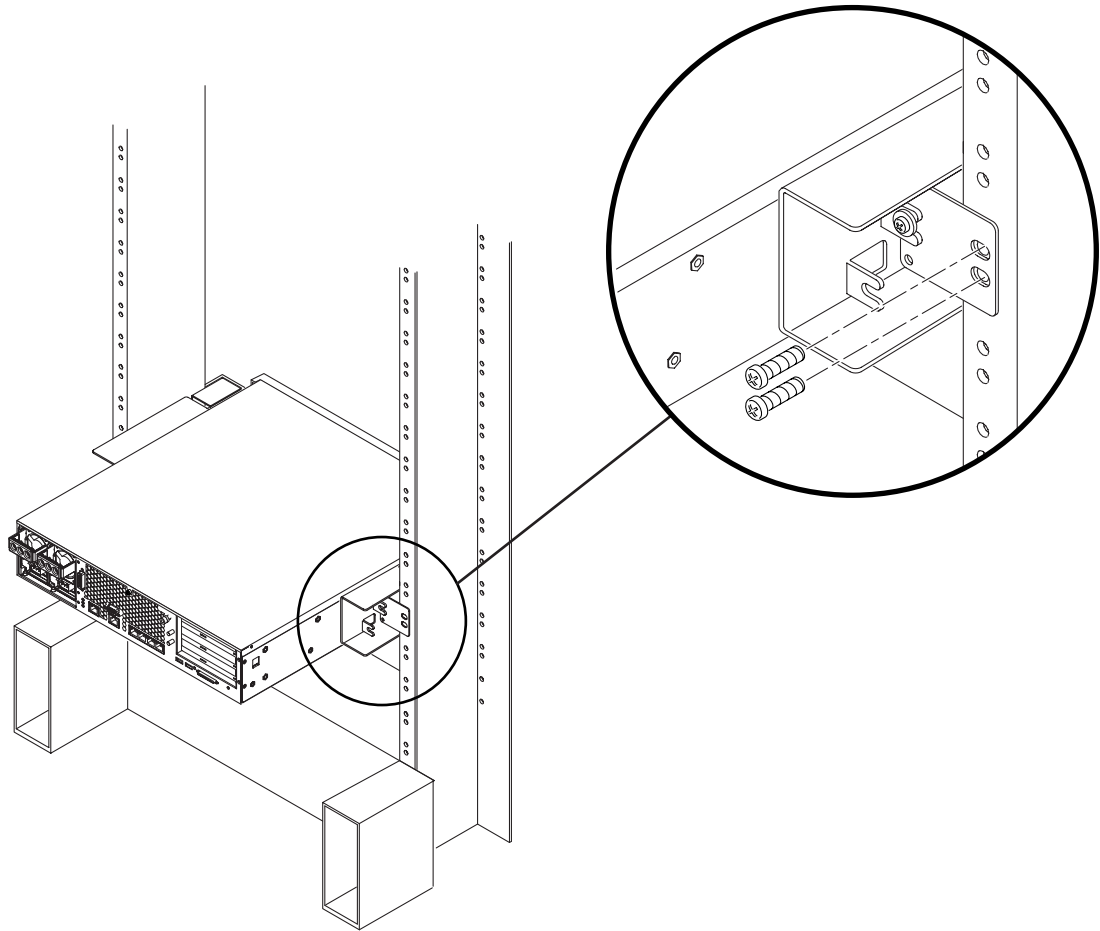

BILD 3-29 Skruva fast fästplåten i sidoskenan
d. Använd två skruvar och skruva fast den andra sidan av fästplåten på rackbenets baksida (BILD 3-29).